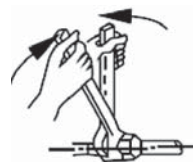

рис. 7-1
- Установите трубы в правильное положение, закрутите гайки руками, затем затяните двумя гаечными ключами (см. рис. 7-1).